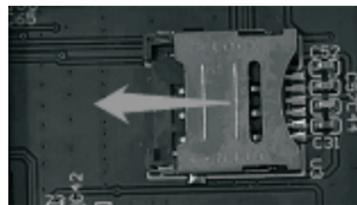

图23
- 1) 打开后盖--移开电池, 压住SIM卡卡扣, 把卡扣往OPEN箭头方向推移, 既可打开卡扣, 如下图23、24所示: